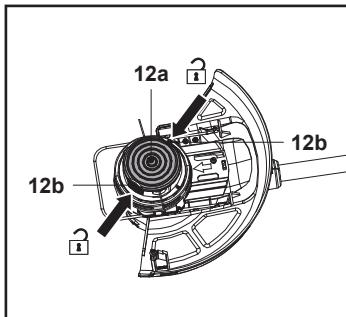

Fig. 22
2. Maintenir la tête de coupe-bordures (12) fermement d'une main. Appuyer sur les loquets de déverrouillage (12b) des deux côtés, puis soulever le cache (12a) et le retirer (Fig. 22).